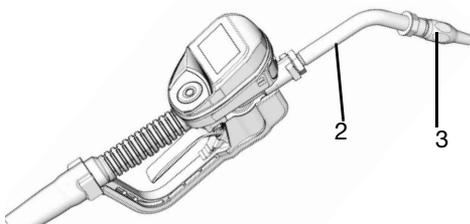

**FIG. 10**
1. Régler la position de l'écrou (c) sur la rallonge (2) de façon à pouvoir utiliser l'engagement fileté maximum de la rallonge (FIG. 10).
2. Visser la rallonge (2) sur le boîtier jusqu'à ce qu'elle dépasse (FIG. 10).
3. Aligner la rallonge (2) sur le corps de la vanne de distribution dosée et la poignée (16) (FIG. 10).
4. Serrer l'écrou (c) à bloc (FIG. 10).